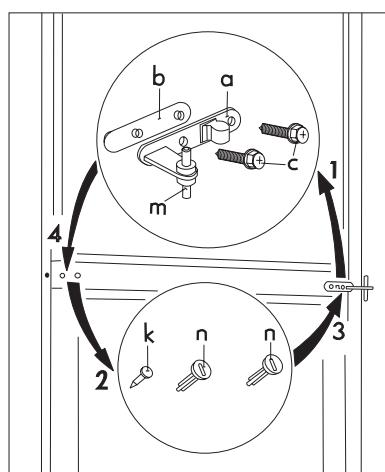

Рис. 3
- Поэтапно снять с корпуса двойной держатель двери (a, b, c). Также не забудьте снять пластиковую распорку (b) под держателем двери (рис. 3).
- Выкрутить левые болты крышки двойного держателя двери (3 штуки, п, к) и переставить их на другую сторону (рис. 3).
- Демонтировать элементы запирания двери (u, v) путем выкручивания винта (s) (рис. 3).
- Вставить болт двойного держателя двери (m) в левое отверстие морозильной камеры (рис. 3).